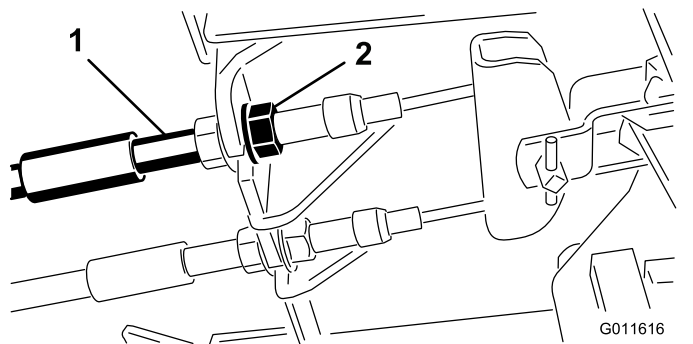

图69
- 1. 要缩短刹车踏板的自由行程可以通过松开刹车拉线螺纹端的前螺母紧固刹车图69。